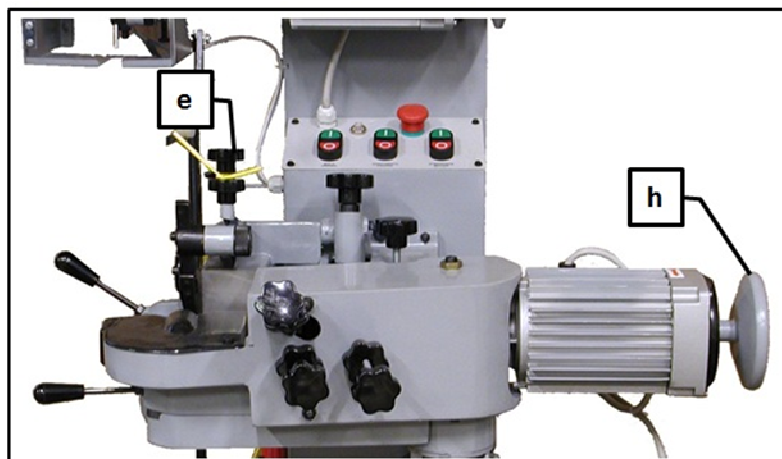

Рисунок 58
- Медленно отвинчивайте маховик I, вплоть до достижения заточным кругом дна канавки зубца, регулируя ручкой **e** (Рисунок 58) снятие металла на передней стороне зубца заточным кругом (не допускайте чрезмерного снятия металла).